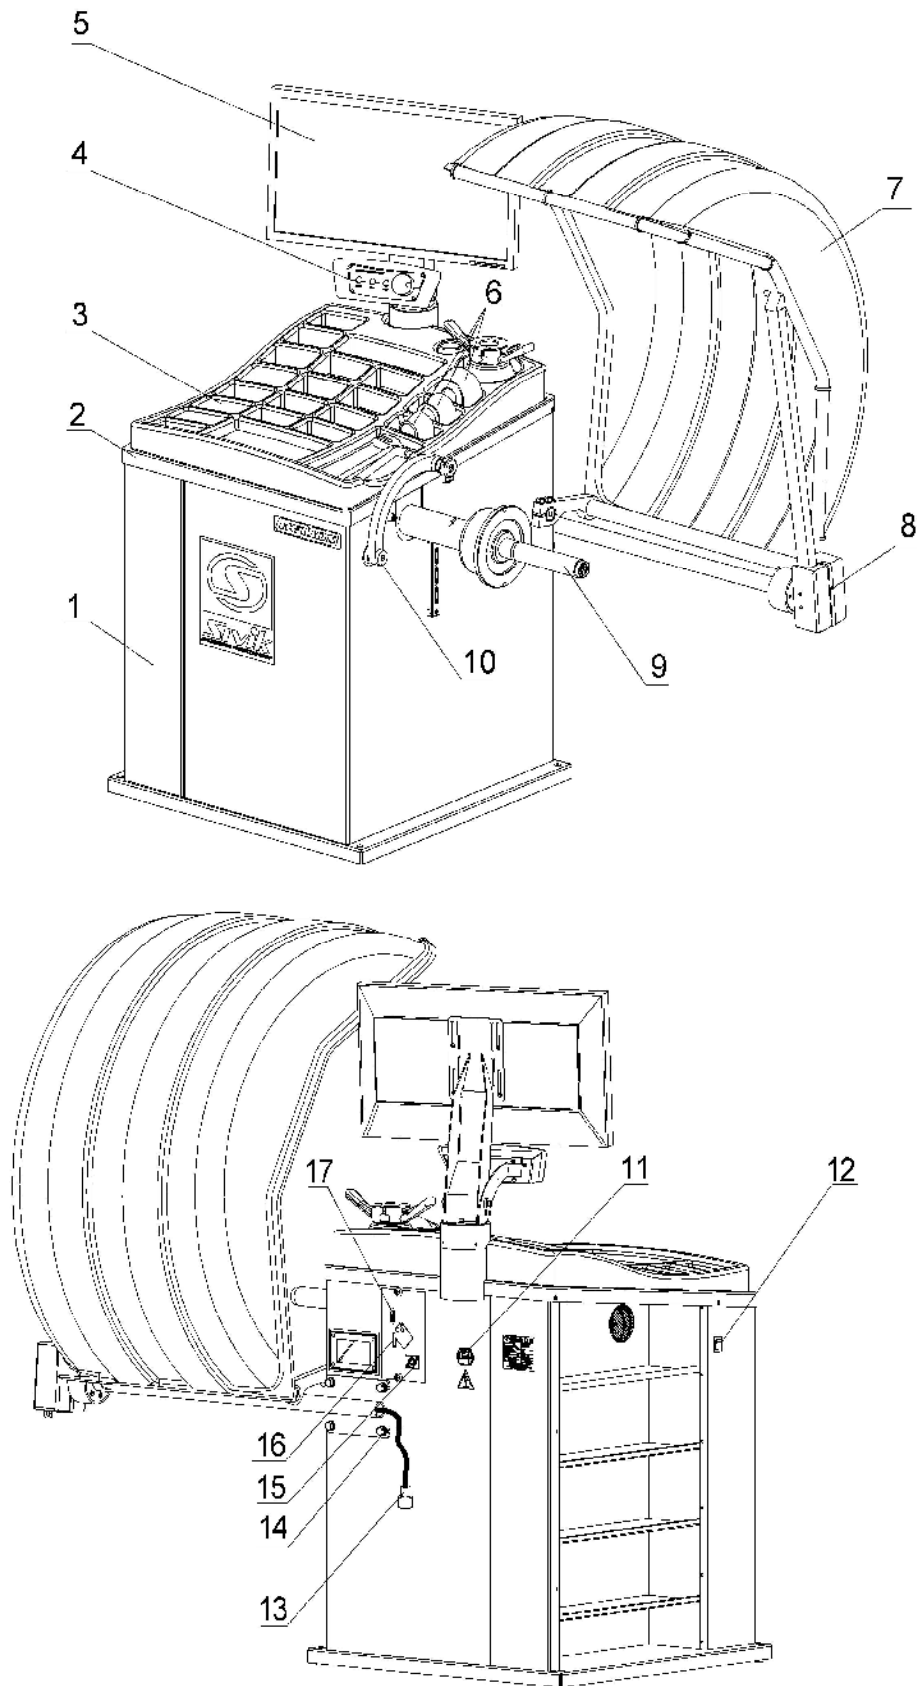

Рисунок 4.1
4.2.5 Закрепить вторую линейку 8 на корпусе с помощью 4-х болтов с шайбами 14 и подключить вилку линейки 13 к гнезду 15 (рисунок 4.1).
4.2.7 Подключить сетевой шнур к гнезду станка, расположенному на задней панели корпуса станка (рисунок 4.1), и к питающей сети, оборудованной розеткой с контактом заземления.